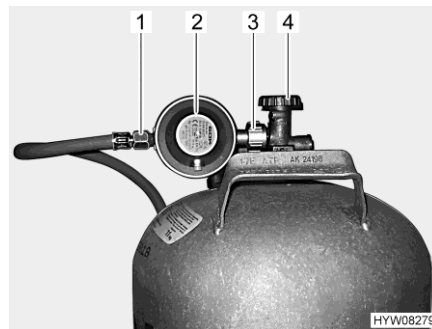

Bild 86 Anslutning gasflaska
- Stäng huvudavstängningsventilen (Bild 86,4) på gasflaskan. Beakta pilriktningen.
- Håll fast gastryckregulatorn (Bild 86,2) och öppna muttern (Bild 86,3) (vanligen vänstergänga).
- Tag bort gastryckregulatorn med gasslangen (Bild 86,1) från gasflaskan.
- Sätt gastryckregulatorn (Bild 86,2) med gasslangen (Bild 86,1) mot gasflaskan och dra åt muttern (Bild 86,3) (vanligen vänstergänga). Dra **inte** åt för hårt.